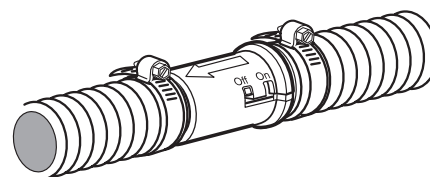

Abb. 32
**a** Um den Quick Stop zu öffnen, drehen Sie das Ventil um es von seiner OFF-Stellung zu befreien und ziehen Sie das Ventil. Drehen Sie es anschließend in seine ON-Stellung um es zu verriegeln, Abb. 32.